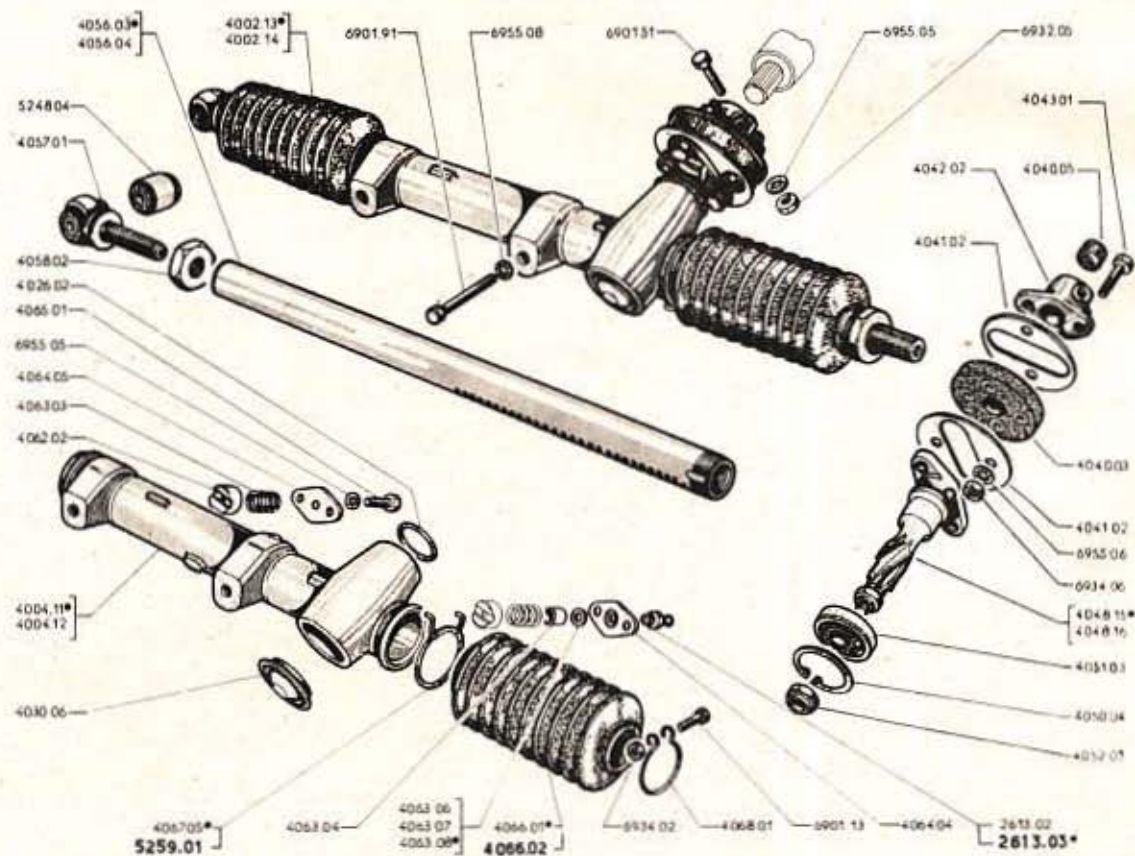

Fig. 127. — Déshabillage du pignon de crémaillère
- Déposer du pignon (fig. 127) :